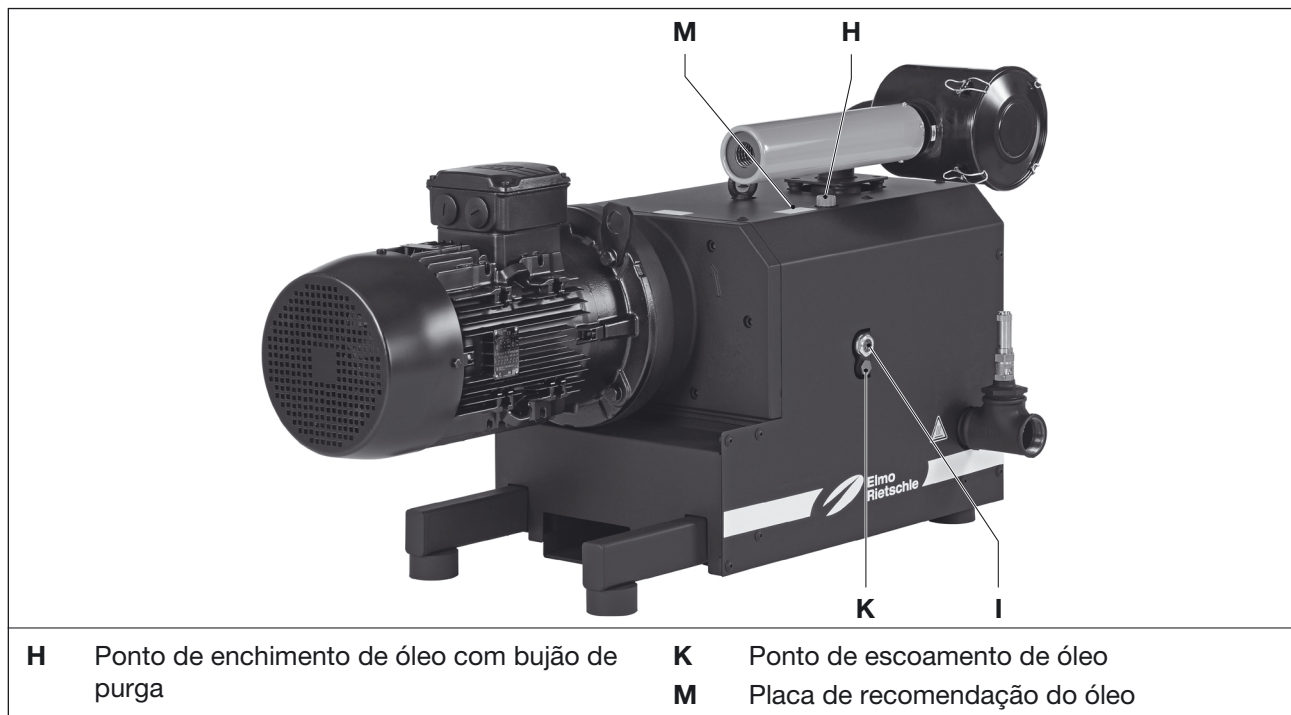

Fig. 7 Troca de óleo
Como meio de produção recomendamos a utilização dos óleos Elmo Rietschle (consultar também a placa de recomendação de óleo (Fig. 7/M) e Tab. 2 na página 30:
Controlar mensalmente o nível do óleo no óculo de inspeção (Fig. 7/I).
- b) Abrir o fecho do ponto de enchimento com óleo (Fig. 7/H) e encher com óleo até ao bordo superior do óculo de inspeção (Fig. 7/I).
- Colocar o recipiente por baixo do ponto de drenagem do óleo (Fig. 7/K).
- Abrir o parafuso do ponto de enchimento do óleo (Fig. 7/H), abrir o ponto de drenagem do óleo (Fig. 7/K) e drenar totalmente o óleo usado.
- Fechar o ponto de drenagem do óleo (Fig. 7/K) e encher óleo novo no ponto de enchimento do óleo (Fig. 7/H) até o nível do óleo chegar a meio do óculo de inspeção.
- Fechar o parafuso do ponto de enchimento do óleo (Fig. 7/H).